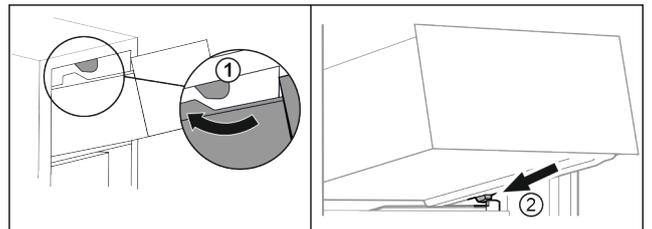

Fig. 88
- ▶ Schubfach um die oberen Stopper herumführen. Fig. 88 (1)
- ▶ Schubfach schräg hinter den unteren Stoppern auf Behälterrippe aufsetzen. Fig. 88 (2)